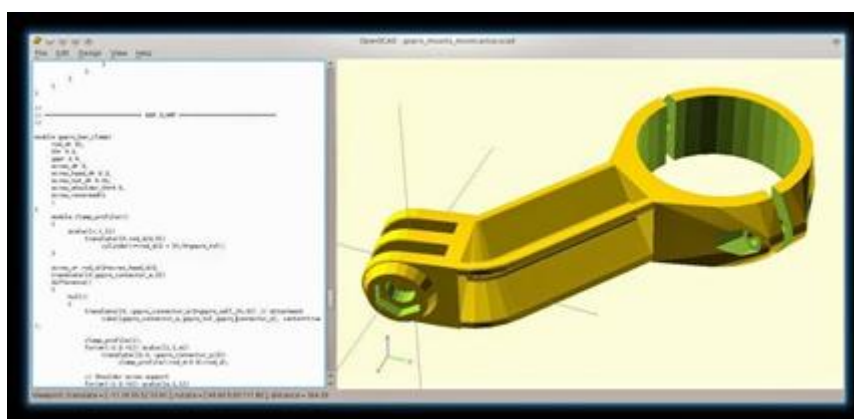

Рисунок 17. Интерфейс OpenSCAD
**Примечательная особенность:** Изначально разработан для программистов, модели генерируются и меняются с помощью набора скриптов (Рисунок 17).